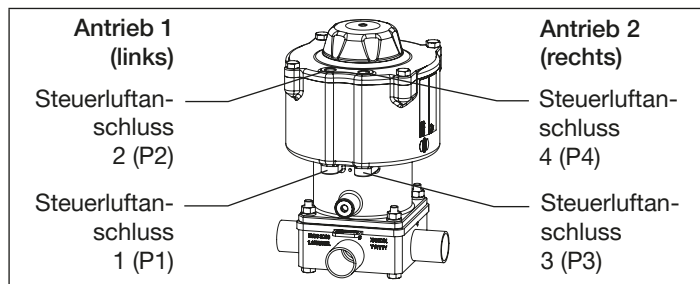

Fig. 17: Pneumatischer Anschluss
1) Antriebszuordnung siehe „Fig. 17“